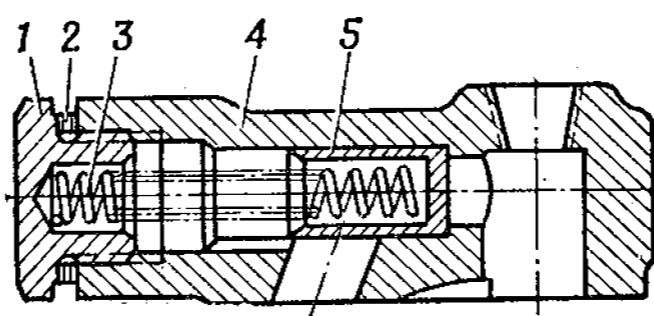

Рис. 76. Крышка масляного насоса в сборе:
<p>3. Повернуть масляный насос в тисках, снять шестерню 6 с оси 5 и выпрессовать валик 4 в сборе с шестерней 11 из шестерни 2 и корпуса 3. Снять корпус 3 с тисков</p> <p>4. Установить крышку 4 (рис. 76) в тиски, вывернуть пробку 1 с шайбой 2, вынуть пружину 3. Снять крышку с тисков и вынуть плунжер 5</p>	<p>Молоток АЗ; выколотка с медным наконечником</p> <p>Тиски П—120; накладки для губок тисков; ключ 19—22</p>
7. Закрепить крышку 4 (рис. 76) в тисках, установить плунжер 5, пружину 3, ввернуть и затянуть пробку 1 с медной шайбой 2. Снять крышку в сборе с тисков